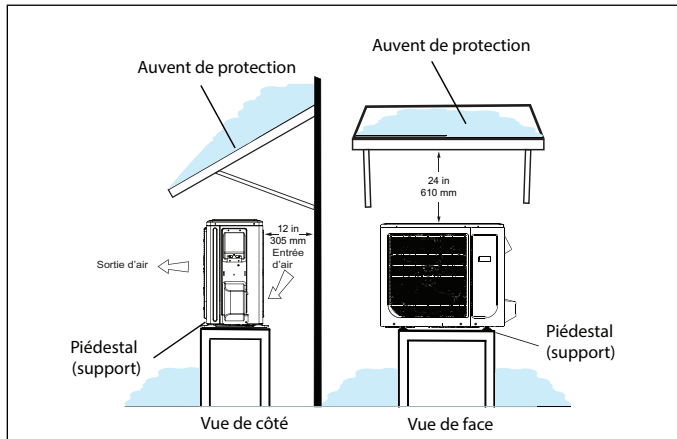
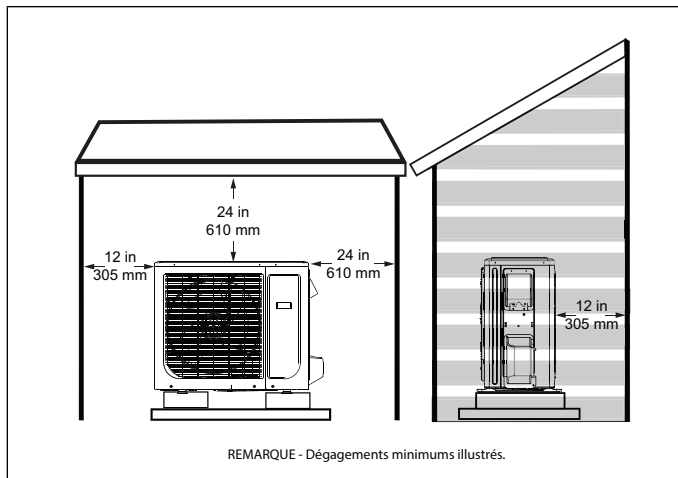

Figure 7. Unité extérieure sur piédestal et sous auvent de protection
Figure 12. Abri de style niche à chien
- Si l'unité extérieure peut être exposée de manière prolongée aux rayons directs du soleil et atteindre des températures dépassant 100 °F (38 °C), il est recommandé de construire un auvent comme illustré à la «Figure 7. Unité extérieure sur piédestal et sous auvent de protection» à la page 7 ou à la «Figure 12. Abri de style niche à chien» à la page 8
- Installer l'unité à l'écart des porte-à-faux des toits pour empêcher l'eau ou la glace de tomber sur ou devant l'échangeur ou l'unité. Construire un auvent comme illustré à la «Figure 7. Unité extérieure sur piédestal et sous auvent de protection» à la page 7
- L'unité extérieure peut être installée dans un abri de style niche à chien comme illustré à la «Figure 12. Abri de style niche à chien»